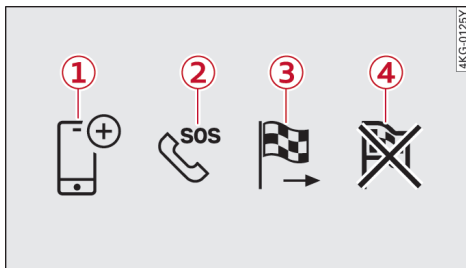

图 147 电话导航图标
- ▶ 选择：⇒图 147③>开始。
- ▶ 适用于：MMI：点按⇒159 页，图 147④⇒160 页，图 148③。